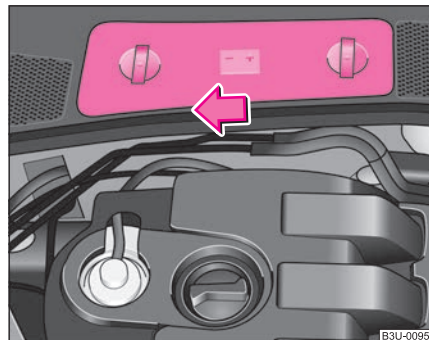

Fig. 178 Compartimentul motor: Colectorul de apă - capacul bateriei
- Apăsați capacul în sensul indicat de săgeată ⇒ **fig. 178**.